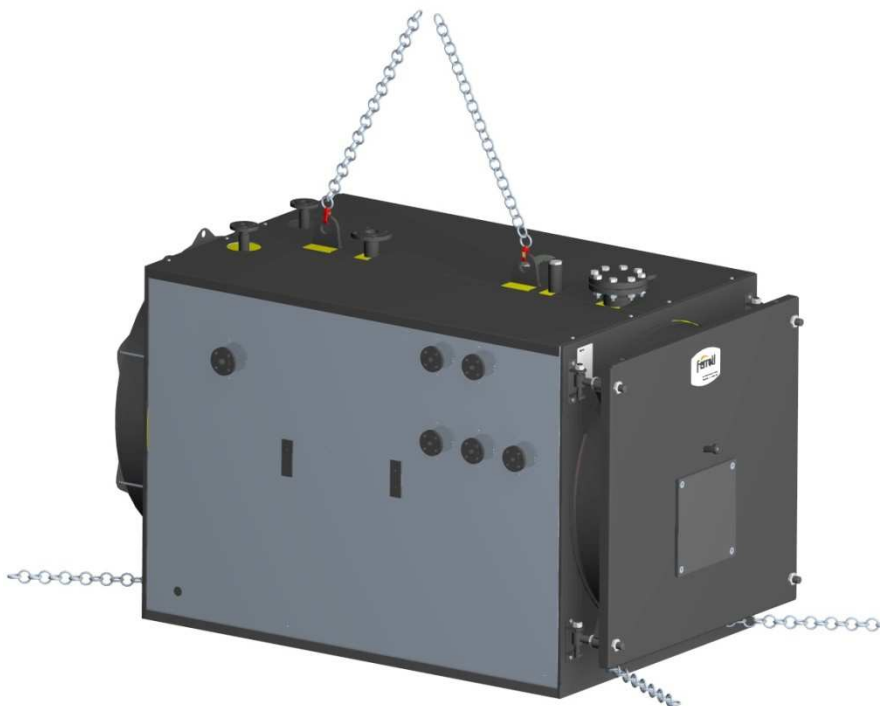

рис. 15
19. ПРАВИЛА ТРАНСПОРТИРОВКИ (рис. 15)